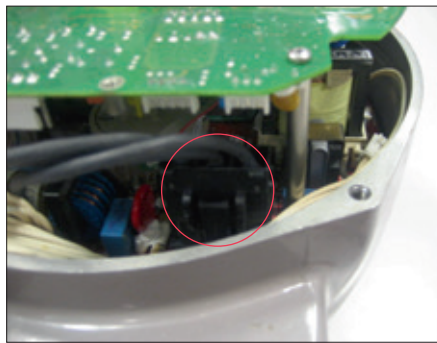

Abb. 41
- Ziehen Sie das 3-polige Stromversorgungskabel von der Stromversorgungsplatine ab (Abbildung 41).